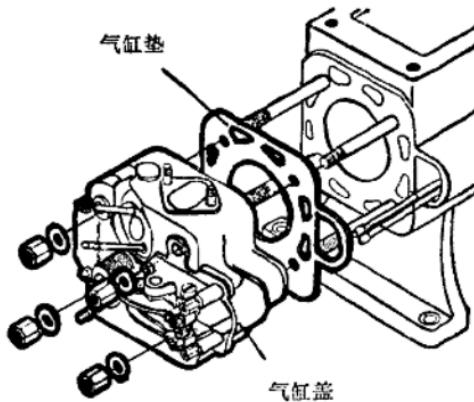

图 1-5 缸盖与缸垫
**缸盖:** 缸盖通过螺栓固定在缸体的前端(图 1-5),